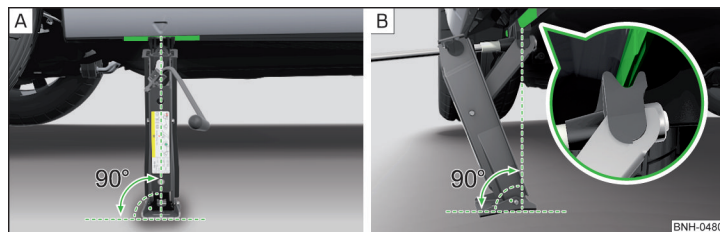

Fig. 242 **Colocar el gato**
- Apoye la placa de base del gato con toda la superficie en un suelo recto de la manera que el gato se encuentra en posición vertical respecto a la travesa de toma » fig. 242 - [A].
- Gire el gato con la manivela hacia arriba hasta que la garra se encuentre en el larguero » fig. 242 - [B].